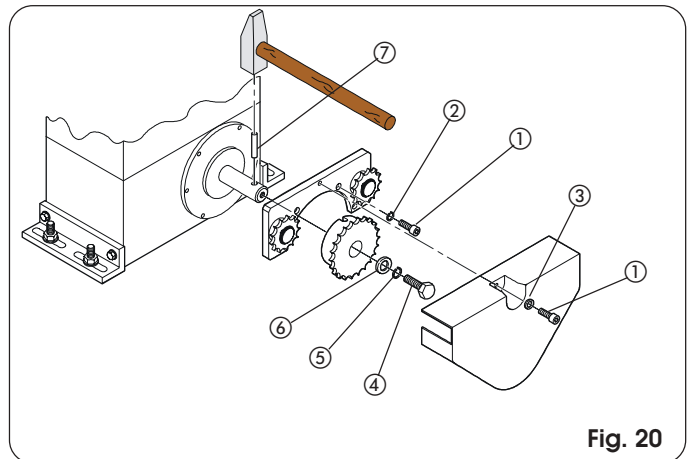
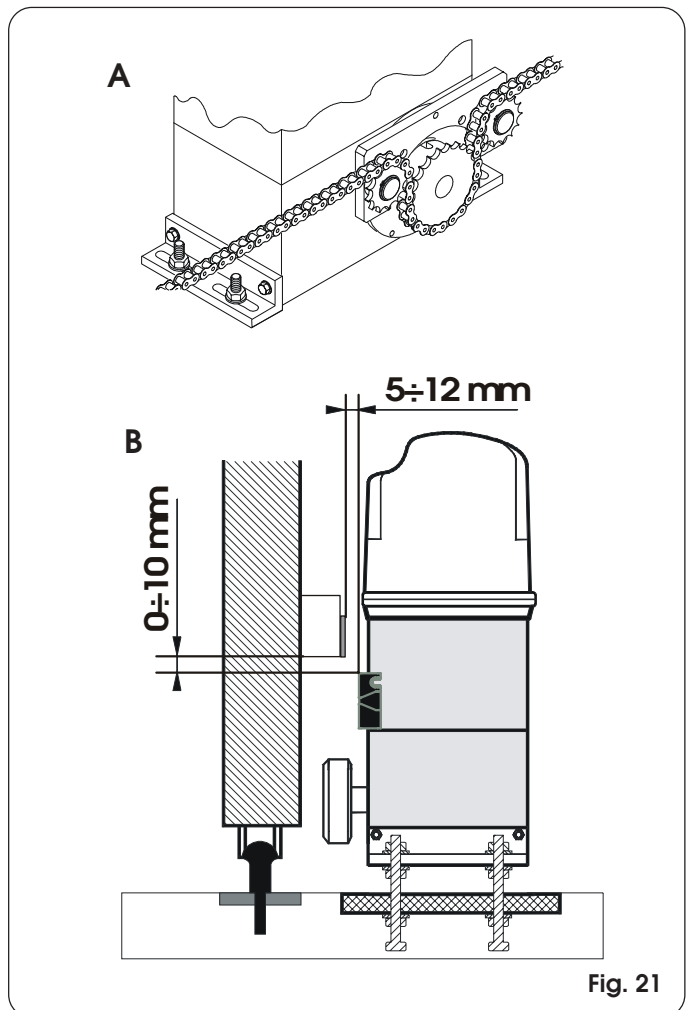

Fig. 20
Fig. 21
- 1) Inserire la spina elastica ⑦ nell'albero utilizzando un martello.
- 2) Applicare sulla flangia del motoriduttore la staffa dei rinvii folli, utilizzando le quattro viti ① (M5 x 12) e le relative rondelle ② presenti nel kit come indicato in Fig. 20.
- 3) Applicare il pignone a catena sull'albero facendo coincidere le sedi del pignone sulla spina elastica e serrare la vite ④ e le apposite rondelle ⑤ e ⑥.
- 4) Passare la catena come indicato in Fig. 21 rif. A e montare il carter di copertura con la vite ① e la rondella ③ di Fig. 20.
- 5) Per gli operatori con finecorsa MLS, prevedere i supporti per il posizionamento dei magneti in dotazione rispettando le quote indicate in fig. 21 rif.B.